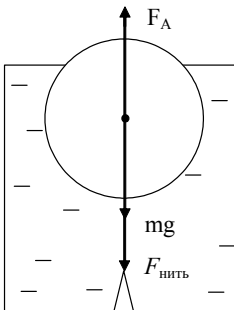

Рисунок 2.23
2.41. Поплавок, имеющий массу  $m = 1,0$  кг, натягивает нить, закрепленную на дне водоема (рисунок 2.23). 90% объема поплавка погружено в воду. Определить силу натяжения нити  $F_{\text{нить}}$ , если плотность материала поплавка в 4 раза меньше плотности воды.